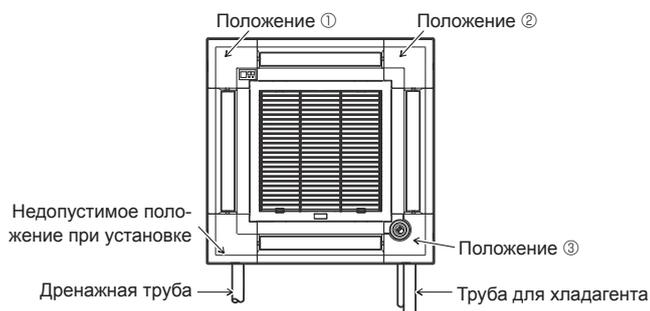

Fig. 9-11
Для главного прибора нельзя устанавливать угловую панель приемника сигналов на стороне дренажной трубы. (См. Fig. 9-11)
- Угловая панель i-see Sensor должна крепиться на вентиляционную решетку винтом (H).
- * Если положение i-see Sensor было изменено с положения по умолчанию (положение ③) на другое положение, измените настройки функции. (См. страница 210 и Fig. 9-11)
- Для главного прибора невозможно установить угловую панель i-see Sensor на стороне дренажной трубы. (См. Fig. 9-11)
- Положение ①: Положение приемника сигналов по умолчанию (Идентификационные отметки выдувных отверстий □/□□□)
- Положение ②: (Идентификационные отметки выдувных отверстий □/□)
- Положение ③: Положение i-see Sensor по умолчанию (Идентификационные отметки выдувных отверстий □□/□□□)